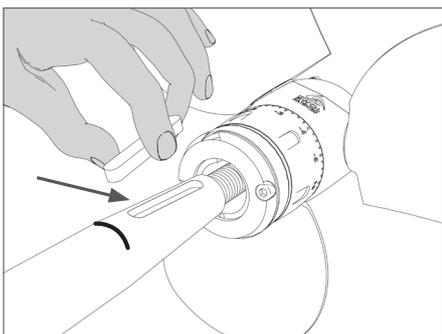

ABB. 12 Einlegen der Passfeder auf der Welle
- Setzen Sie die Passfeder auf die Welle (**Abb. 12**).